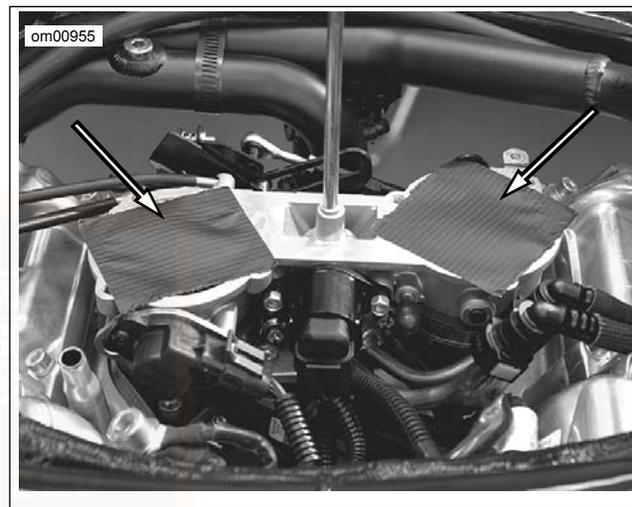

Abbildung 50. Abdecken der Einspritzdüsen-Einlassöffnungen
7. Siehe Abbildung 50. Die Einspritzdüsen-Einlassöffnungen abdecken.